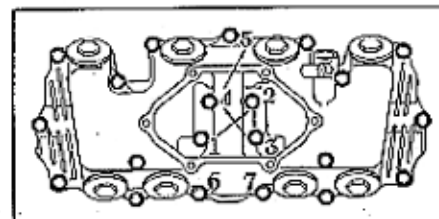

Fig. 3-9 Guarnizione coperchio testa.
2. Serrare i bulloni di fissaggio del coperchio testa nell'ordine indicato in fig. 3-9. Coppia prescritta = 0,7-1,2 kgm.